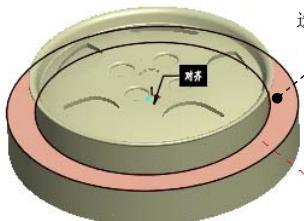

图 30.17 定义元件参考
Step2. 定义约束参考模型的放置位置。在模型树中选中参考模型▶**TURNTABLE_MOLD_REF.ASM**并右击，然后选择**编辑定义**命令。在操控板中单击**放置**按钮，选择**默认**约束并右击，在系统弹出的快捷菜单中选择**删除**命令；在“放置”界面的“约束类型”下拉列表中选择**重合**，选取图30.17所示的模型表面为元件参考，选取装配体的**MOLDBASE_X_Y**基准平面为组件参考；单击**新建约束**字符，在“约束类型”下拉列表中选择**重合**，选取参考件的**MOLD_RIGHT**基准平面为元件参考，选取装配体的**MOLDBASE_X_Z**基准平面为组件参考；